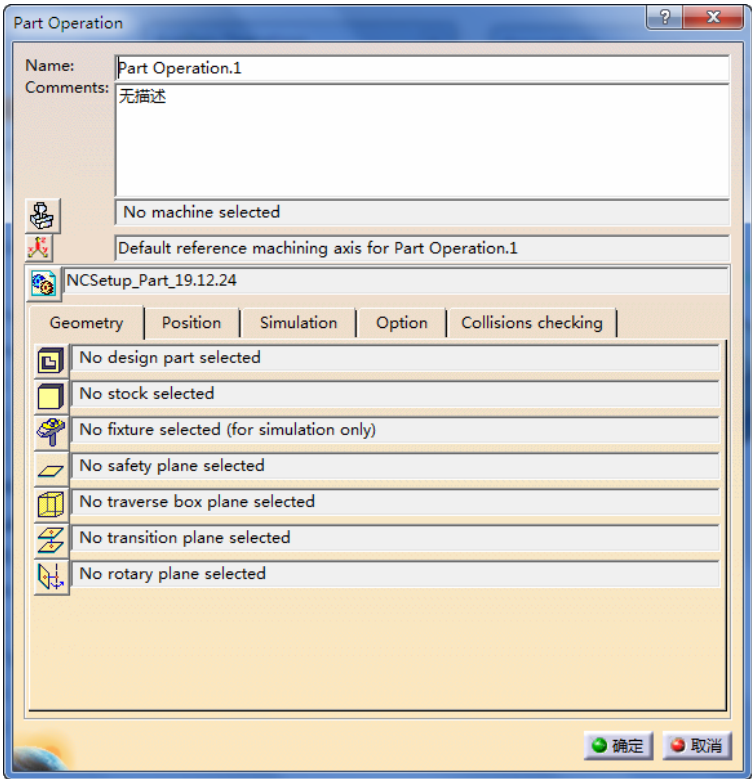

图 5-69 “Part Operation”对话框（2）
1) 在特征树上双击“Part Operation.1”节点，弹出“Part Operation”对话框（2），如图 5-69 所示。